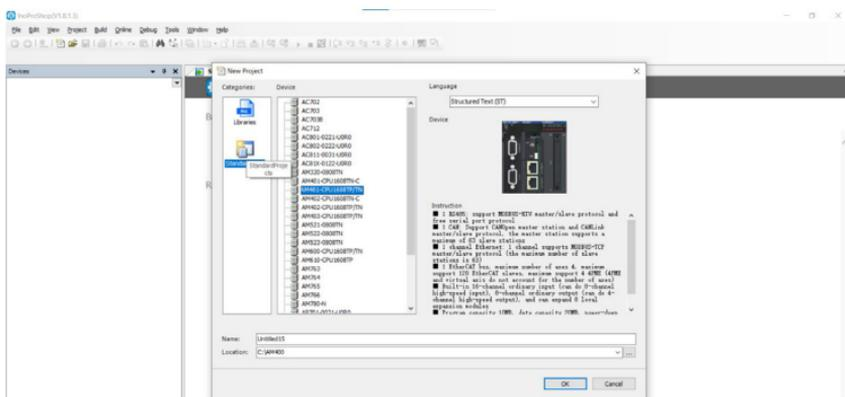

Рисунок 6.3 – Выбор контроллера
2) Выберите используемый контроллер (рис. 6.3).